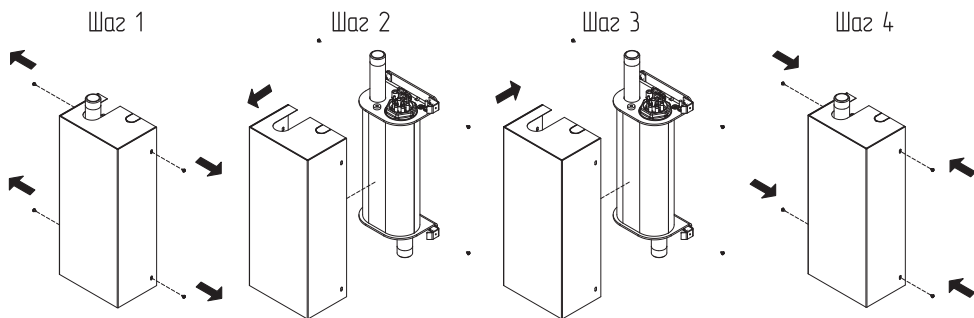

Рис.11 Демонтаж кожуха
- Откройте кожух, как показано на **Рис.11**;
Снятие кожуха котла производится в следующей последовательности (Рис.11):
Установка кожуха производится в следующей последовательности (Рис.11):